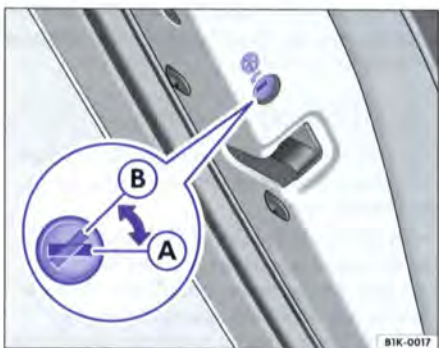
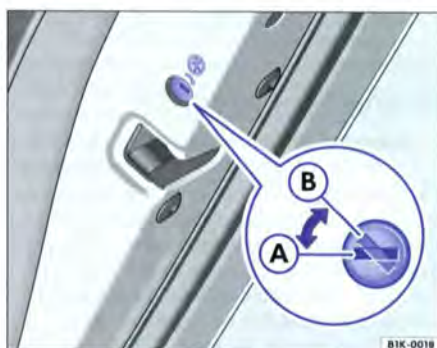

Fig. 22 Sécurité enfants sur la porte gauche : A désactivée, B activée
Fig. 23 Sécurité enfants sur la porte droite : A désactivée, B activée
- La porte étant ouverte, tournez la fente en position \Rightarrow fig. 22 (B) ou \Rightarrow fig. 23 (B) avec la clé du véhicule.